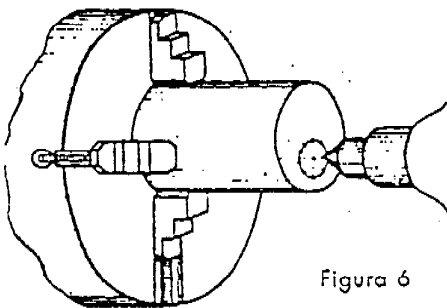
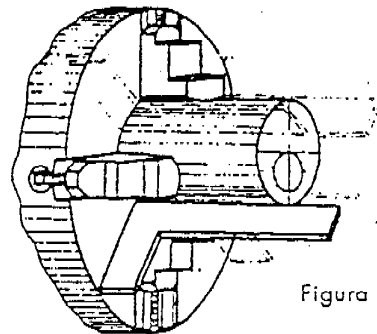

Figura 6
Figura 7
- Coloque la pieza y apoye la contrapunta ( Figura 6 ) o la escuadra ( Figura 7 ), para ayudar al centrado.